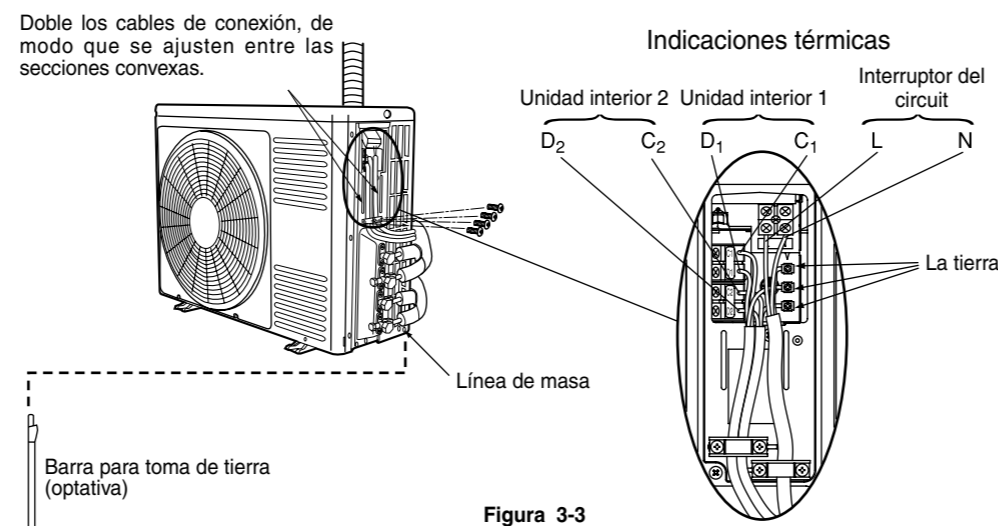

Figura 3-3
- Conecte el cable de conexión y el cable de alimentación al tablero de terminales. (Figura 3-3)
- Fije los cables de conexión y el cable de alimentación bien con una banda de acero. (Figura 3-3)